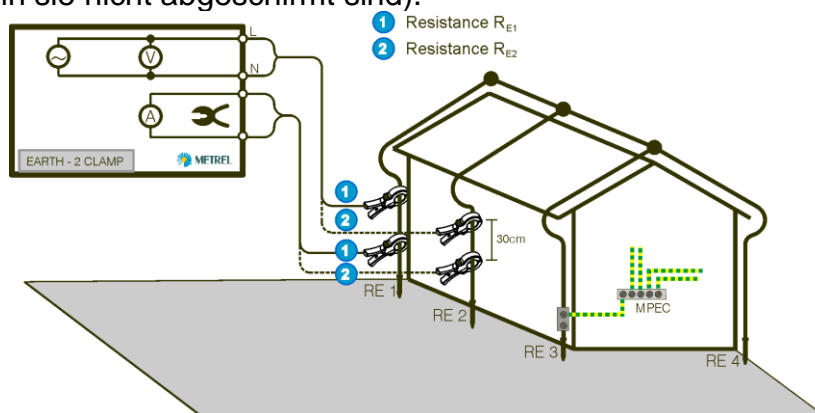

Abbildung 2-57: Prüfsystem (einzelne Erdungsstäbe) mit zwei Stromzangen
- Anwendbar für die Messung von Blitzschutzsystemen (Abbildung 2-57).